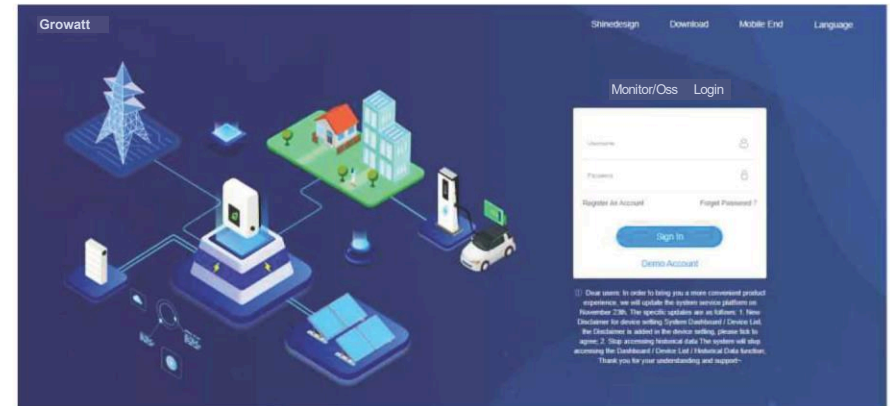

Abbildung 5-1: Anmeldeseite des Shine Servers
1. Geben Sie den Domainnamen des Servers in den Browser des Computers ein und gehen Sie zur ShineServer Anmeldeseite. Wenn Sie sich zum ersten Mal anmelden, registrieren Sie bitte zuerst Ihren Benutzernamen. Rufen Sie die Domainnamen-Zugangseite auf, wie in Abbildung 5-1 gezeigt.